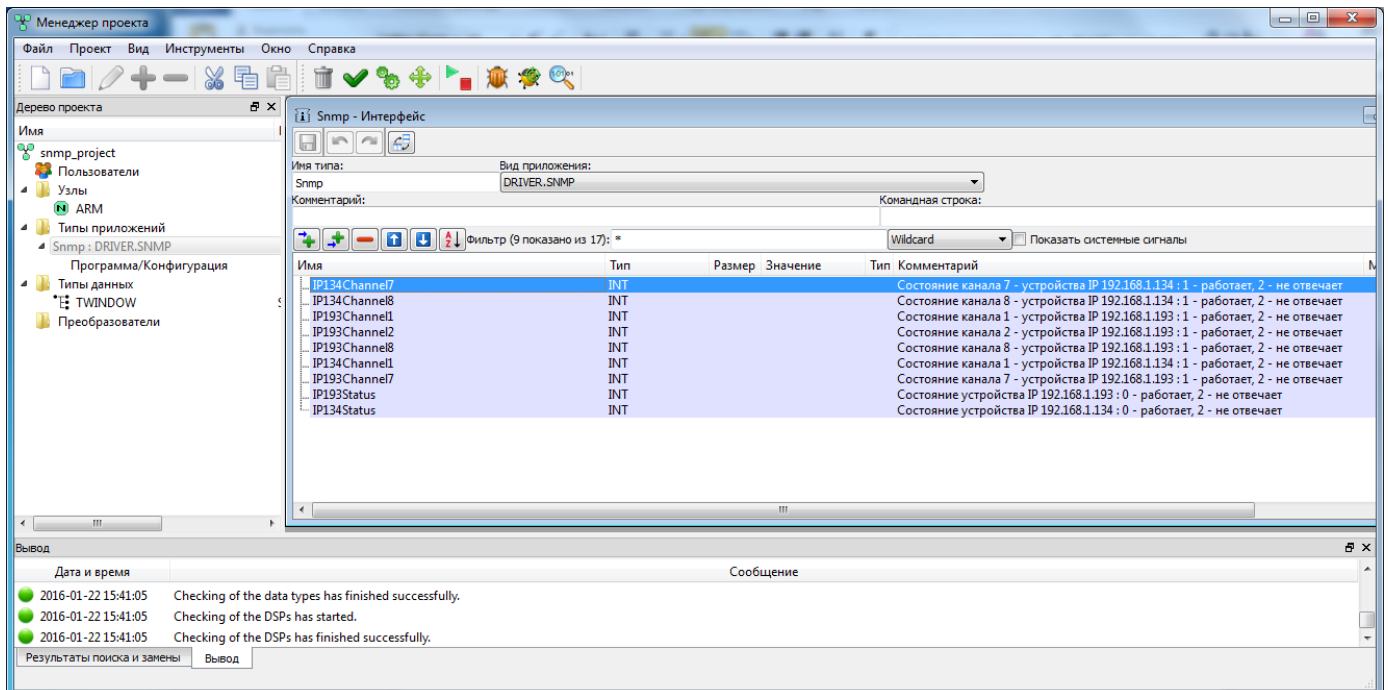

Рисунок 3.272 - Интерфейс приложения
1. Создаем тип приложения и настраиваем его, как на рис. 3.272